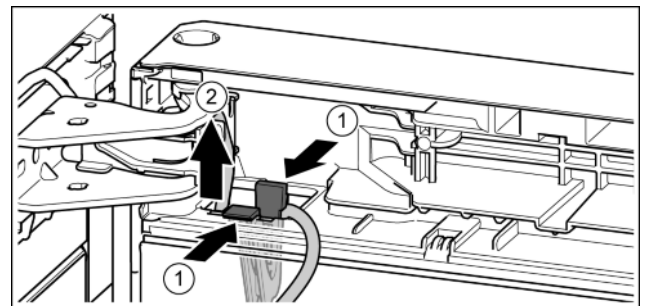

Fig. 25
- ▶ Нажать на соединительную накладку. Fig. 25 (1)
- ▶ Вынуть держатель кабеля с закрепленным на нем кабелем. Fig. 25 (2)